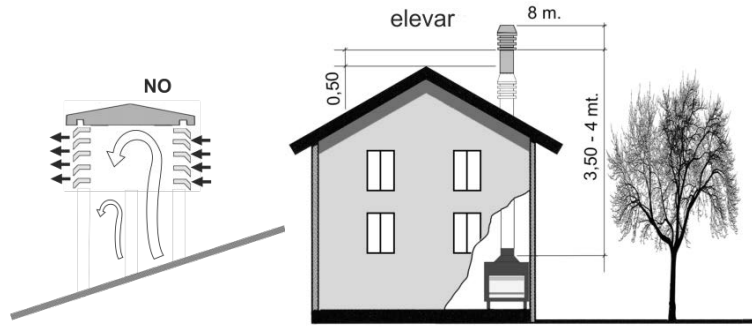

Fig.7
- El sombrerete se debe ubicar de modo que garantice una dispersión y dilución adecuada de los productos de combustión y, en cualquier caso, fuera de la zona de reflujos. Esta zona tiene tamaños y formas diferentes, dependiendo del ángulo de inclinación de la cubierta, por lo que es necesario adoptar las alturas mínimas que se muestran en la fig.7 y en la fig. 8
- Cualquier edificio u otro obstáculo situado a una altura superior a la del sombrerete no debe estar cerca del propio sombrerete (fig. 7)